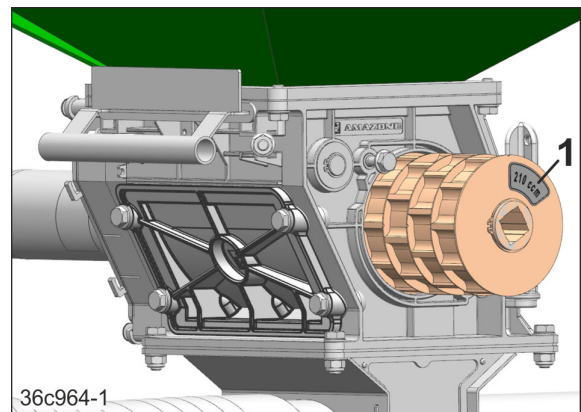

Fig. 147
4. Die Dosierwalze (Fig. 147/1) herausziehen.